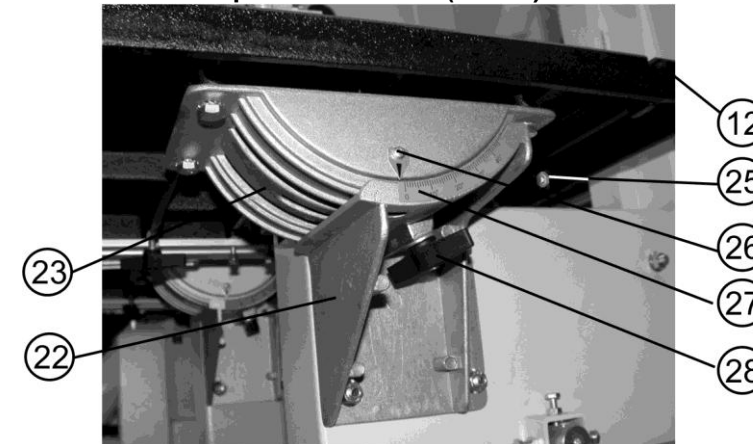

Рис. 4
### 10.1. Установка рабочего стола (Рис. 4)
10.1.2. На подвижном блоке (23), используя детали крепления (Н), Рис. 1, закрепите рабочий стол (12), как показано на Рис. 4.
### 11.1. Установка рабочего стола под прямым углом к пильной ленте (Рис. 4)